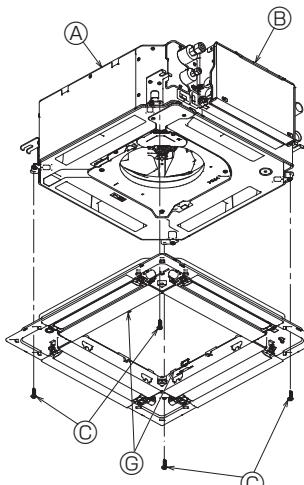

Fig. 5-7
- Fixe a grelha apertando os quatro parafusos. (Fig. 5-7)